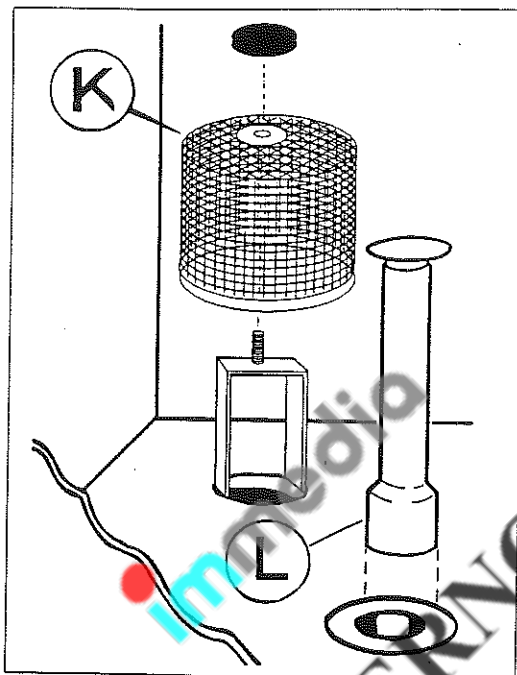

Fig. 7
- estrarre i cestelli del vano di lavaggio e posizionare il filtro K e il troppopieno L assicurandosi che siano ben posizionati sul fondo della vasca (fig. 7);